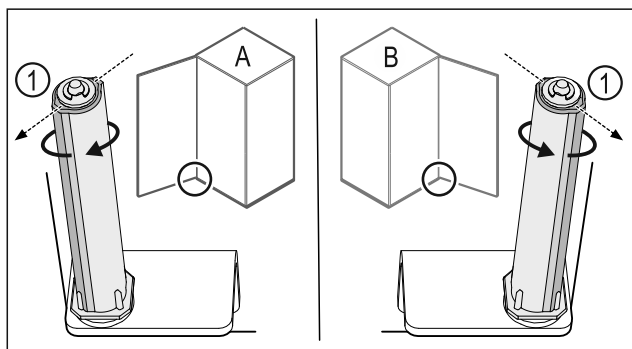

Fig. 41 Lewy ogranicznik (A) / prawy ogranicznik (B)
- ▶ Przekręcić system blokujący w kierunku przeciwnym do oporu, aż pręt systemu blokującego Fig. 41 (1) będzie skierowany na zewnątrz.